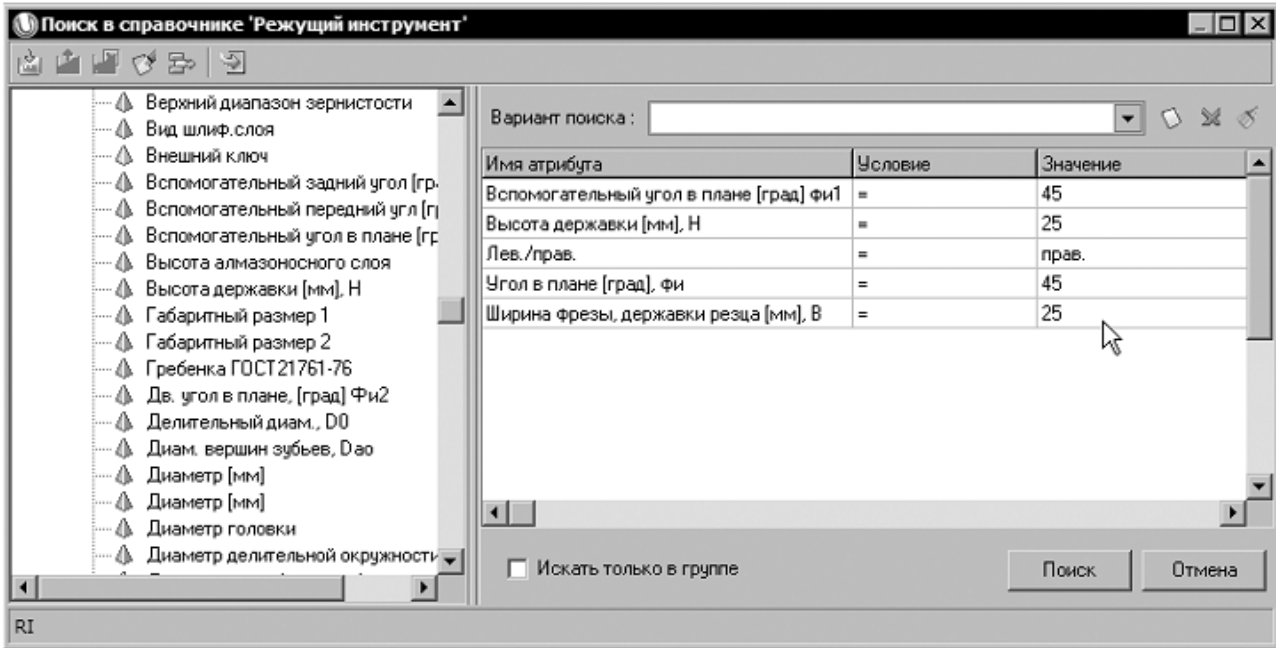

Рисунок 6
7) Аналогичным образом добавьте в список для поиска следующие критерии и их значения (рис. 6):